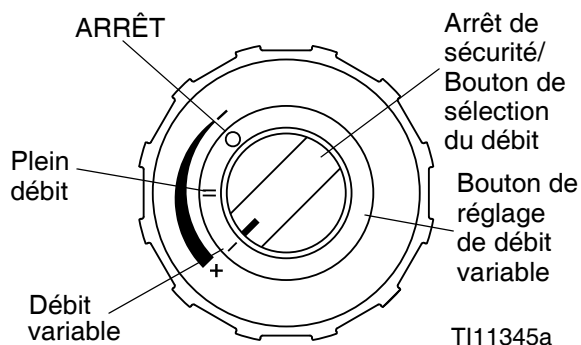

FIG. 25
1. Fermer la vanne d'air (W).
2. Tourner le bouton de sélection de débit en position débit variable. Voir FIG. 25.
Afin de pulvériser en jet débit réduit, pousser et tourner le bouton de sélection de débit et le mettre en position débit variable. Voir FIG. 25.
Afin de revenir en jet plein débit, pousser et tourner le bouton de sélection et le mettre en position plein débit. Voir FIG. 25.
**NOTE :** Le bouton de réglage de débit variable ne peut pas être réglé lorsque le bouton de sélection du débit se trouve en position arrêt de sécurité. Voir FIG. 25.
4. Tourner la vanne d'air en position **MARCHE**, et ouvrir les vannes de produit. Vérifier que le bouton de sélection du débit se trouve en position débit variable. Voir FIG. 25.